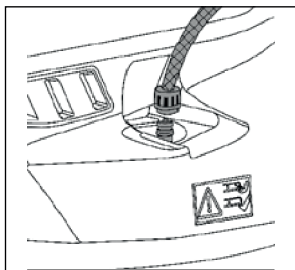

Рис. 15
- Подключите шланг к его фитингу и пропустите через него воду (рис.15).